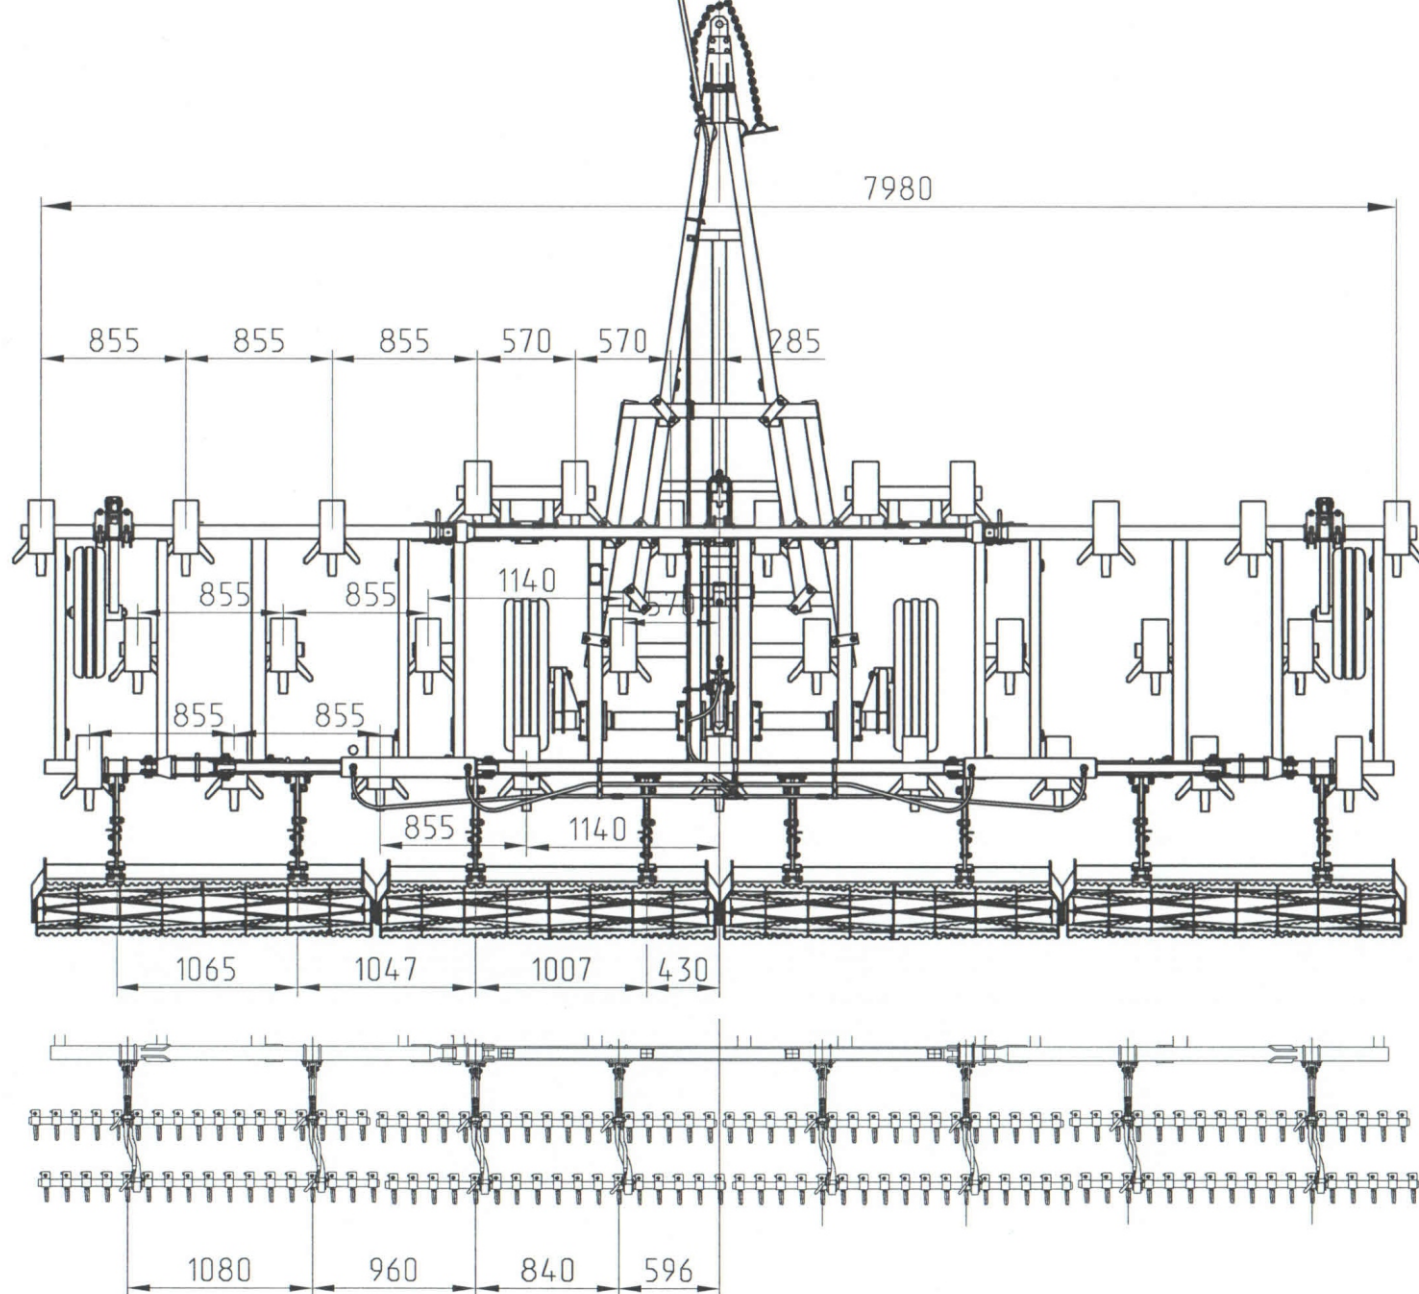

Рис.16А Схема расстановки рабочих органов КШУ.
-установите рабочие органы поз.1 согласно (Рис.16);
- установку комплектов опорных катков (гребенок) производите согласно рис.16;